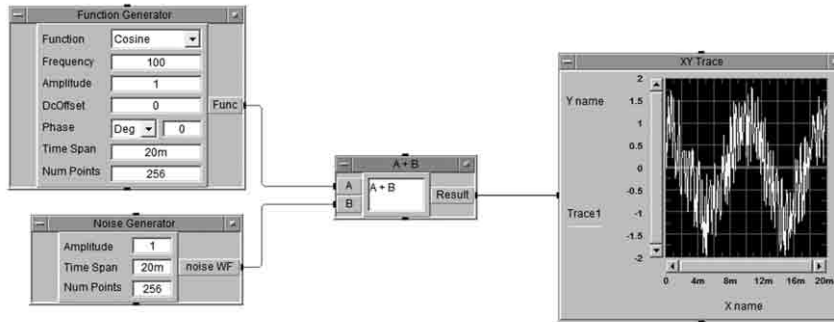

Bild 1-7: Ihr erstes VEE-Programm!
- 8) Drücken Sie in der Werkzeugleiste den Knopf **Run**. Ihr Monitorbild sollte wie folgt aussehen (**Bild 1-7**):